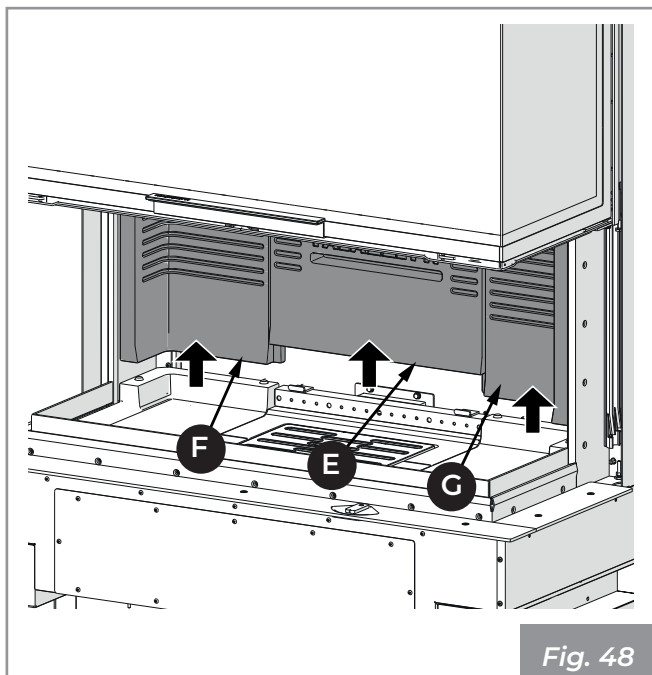

Fig. 48
- 5) Soulever et extraire dans l'ordre le dossier en réfractaire central (E) puis les latéraux (F, G) (Fig. 48).